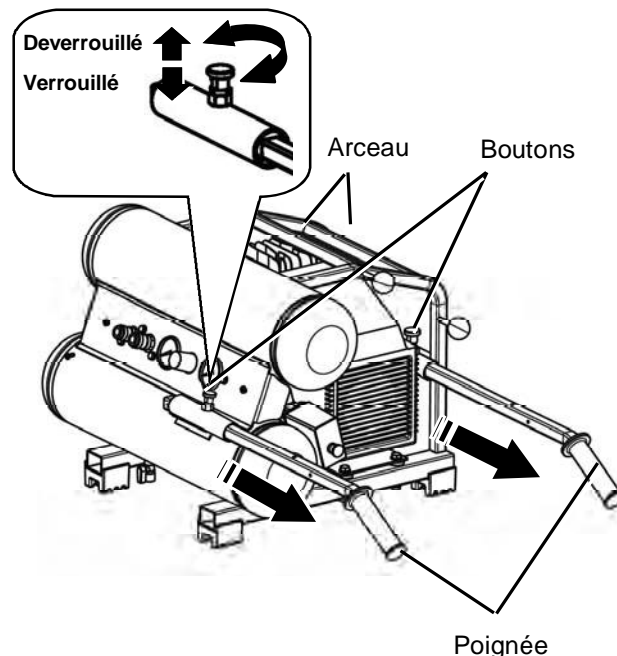

Fig.8
1. Garder une main sur une cadre et glissez les deux poignée, ensuite fermez-le avec les deux boutons de blocage (Fig.8). Tirez les deux poignées, pour déplacer le bouton vers la direction de verrouillage, et les deux poignées de verrouillage. Si deux poignées ne se bloquent pas, tournez le bouton pour le verrouiller.